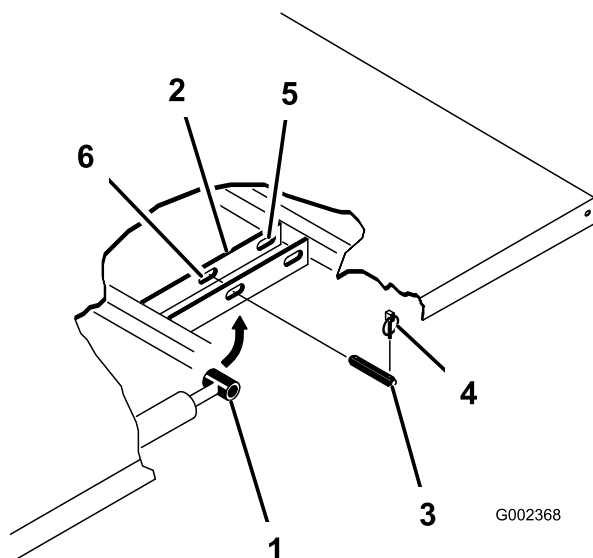

Figura 3
4. Retire las chavetas de los extremos exteriores de los pasadores de las varillas de los cilindros (Figura 3).
5. Retire los pasadores que sujetan las rótulas a las placas de montaje de la plataforma, empujando los pasadores hacia el centro de la máquina (Figura 3).